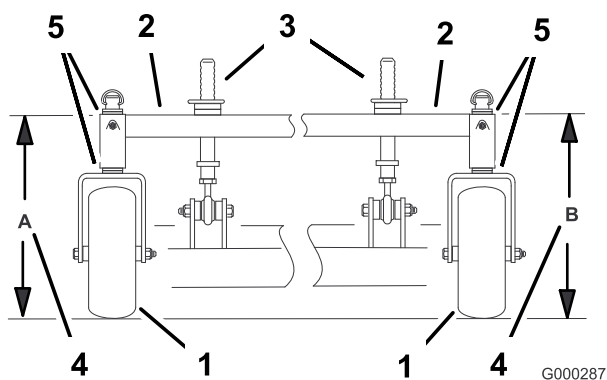

Bild 57
- Messen Sie die Höhe des Trägerrahmens an Stelle **A** (Bild 57).
- Messen Sie die Höhe des Trägerrahmens an Stelle **B** (Bild 57).